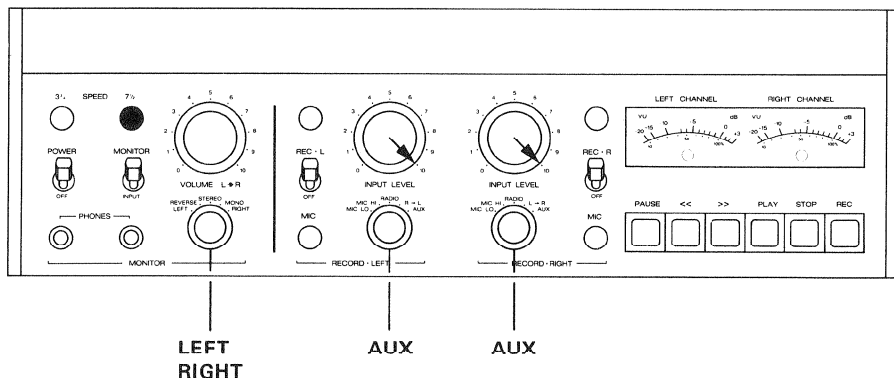

Fig. 6.5.-1
- Bedienungselemente nach Fig. 6.5.-1 einstellen.
- NF-Generator an Anschluss (48) AUX INPUT parallel anschliessen.
- Klirrfaktor-Messgerät an Ausgang (51) OUTPUT anschliessen.